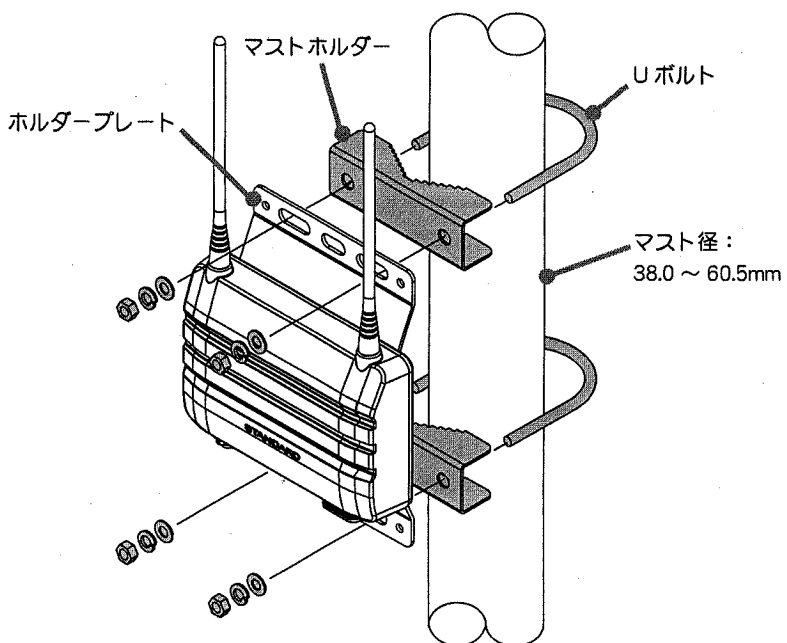

図2
- ② マストにUボルトとマストホルダー・挟み込みホルダープレートにUボルトを通してナットで固定します（図2参照）
- ③ ②と同様、もう一つのUボルトを固定して終了です